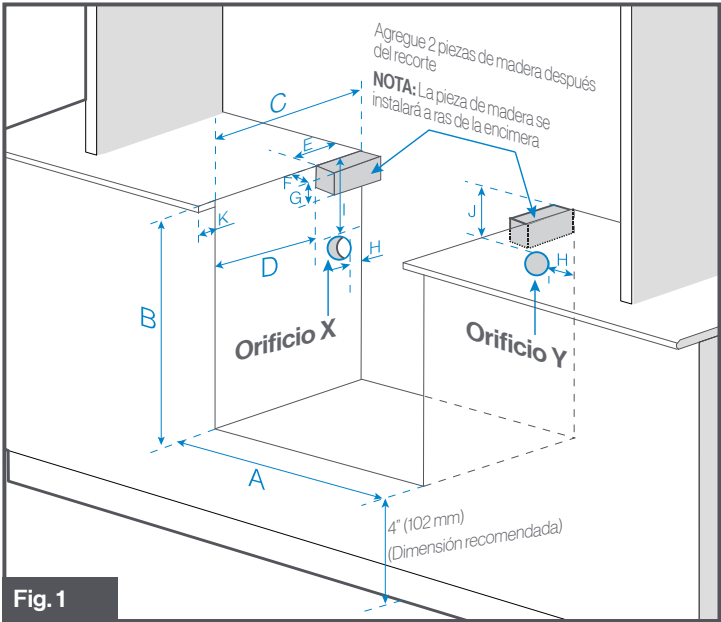
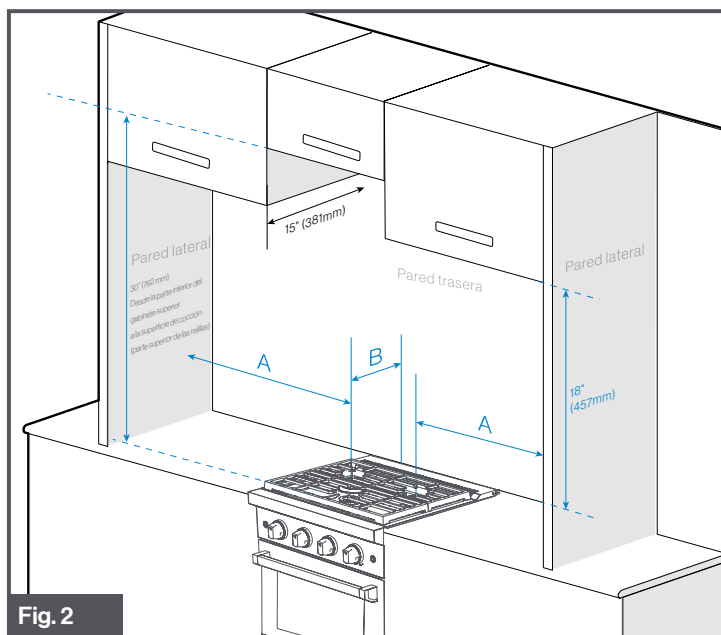
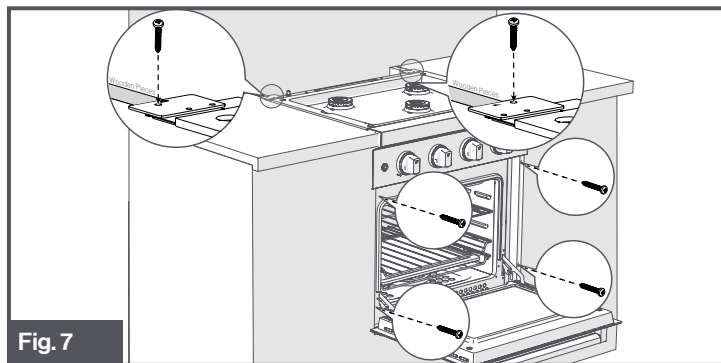

Fig. 1
Fig. 2
Fig. 7
(Fig. 1)
La distancia horizontal mínima desde los lados y la parte trasera del dispositivo hasta las paredes verticales combustibles adyacentes que se extienden por encima del panel superior: (Fig. 2)
NOTA: Cuando se haya preparado el gabinete según las dimensiones indicadas con anterioridad (Fig. 1 y Fig. 2) y la línea de gas esté instalada.
- Abra la puerta del horno y fije bien el horno en su lugar con cuatro tornillos (no se suministran). (Fig. 7)
- Fije bien la parte trasera del horno a la pieza de madera preinstalada (Fig. 1) en su lugar con dos tornillos (no se suministran). (Fig. 7)
Alinee las flechas del panel decorativo trasero con las flechas de las lengüetas de montaje traseras en la parte posterior de la cocina y empuje contra la pared detrás de la cocina. Utilice 2 tornillos (no se suministran) y fíjelos a la pieza de madera preinstalada de la Fig. 1.